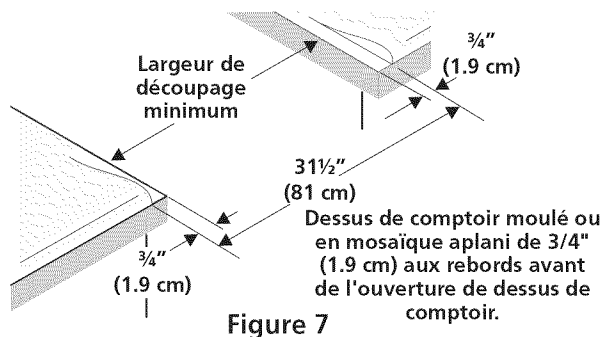

Figure 7
- Les dessus de comptoir au **rebord avant moulé** doivent être aplanis de  $\frac{3}{4}$ " (1.9 cm) à chaque coin avant de l'ouverture (Figure 7).
- Il est possible qu'il soit nécessaire d'araser de  $\frac{3}{4}$ " (1.9 cm) les dessus de **comptoir en mosaïque** à chaque coin avant et/ou d'aplanir le rebord arrondi (Figure 7).